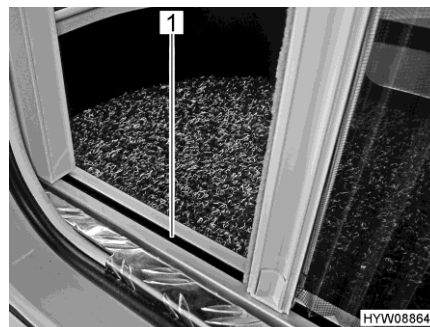

Fig. 60 Moustiquaire (guidage inférieur)
- ▷ Saisir la barre-poignée des deux mains pour fermer et ouvrir. Cela réduit le risque que la moustiquaire se coince dans les guidages (Fig. 60,1).